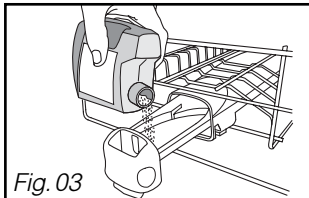

Fig. 03
- **Os detergentes em pó ou em líquido na gaveta do distribuidor (fig. 03)**